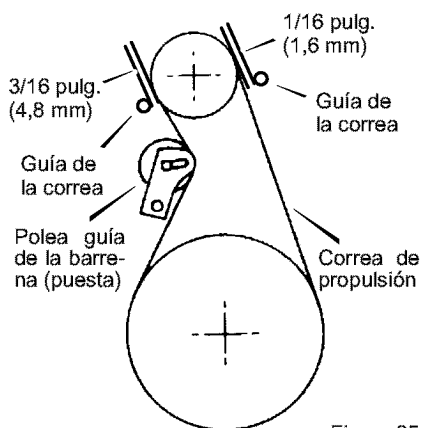

Figura 85
3. Mida la distancia entre las dos **guías de correa** y la **correa de propulsión**. Fije la distancia de las dos **guías de correa** como se muestra en la Figura 85.